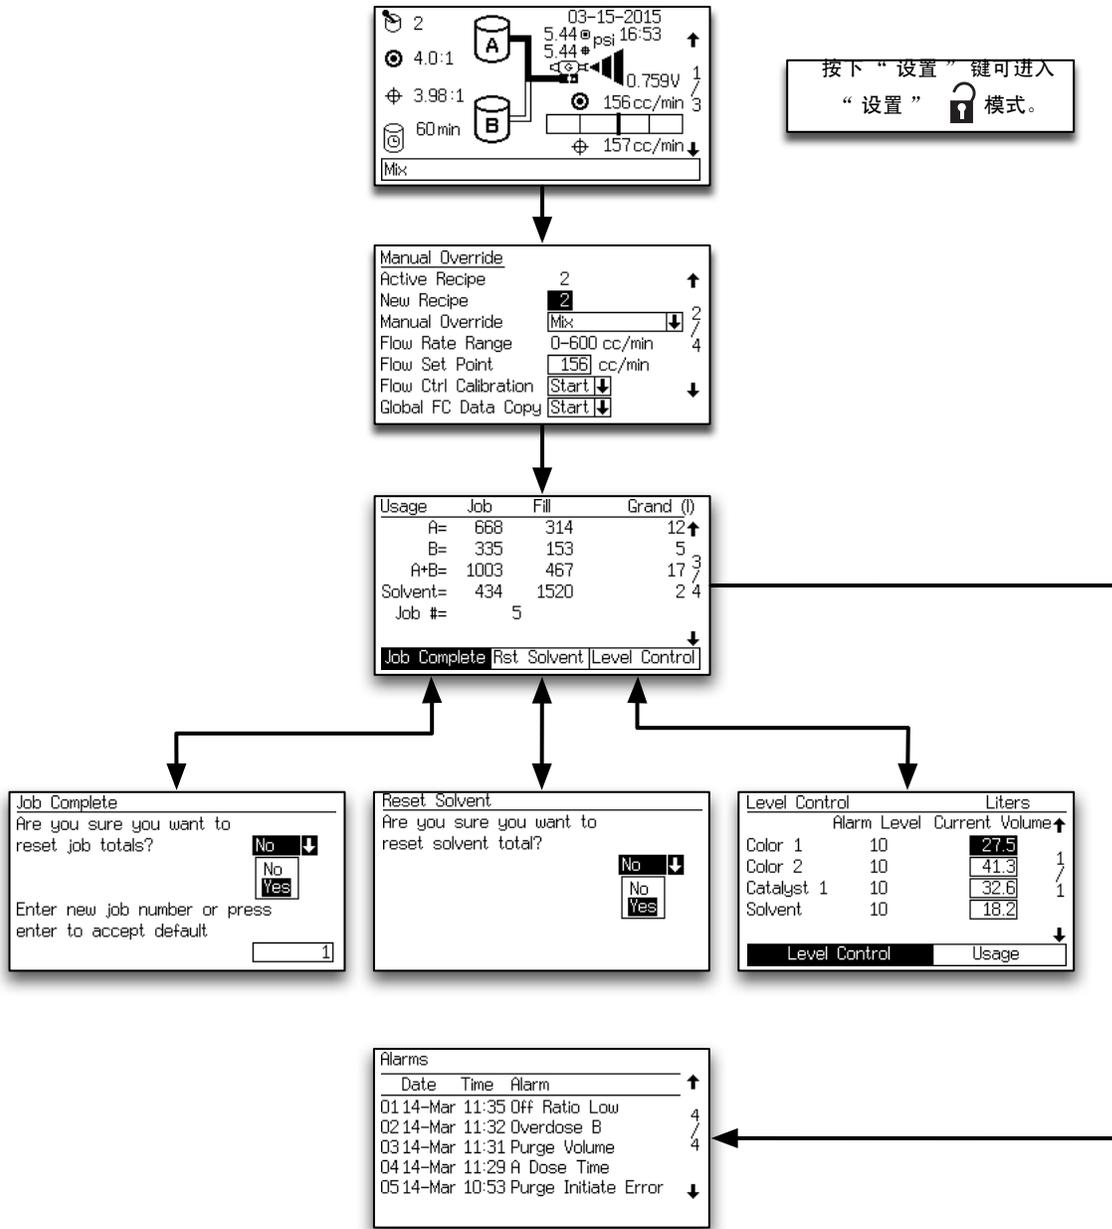

图 11. 运行屏幕图
**注释：**有关运行屏幕图，请参见 图 11。下面有详细的屏幕描述。